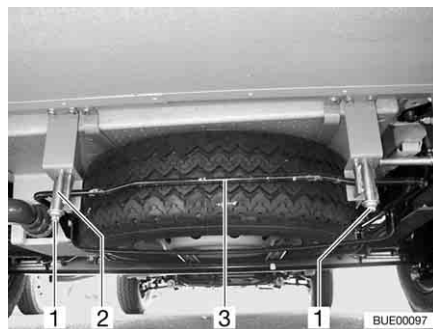

Fig. 280 Soporte para rueda de repuesto (cesto de alojamiento)
- Aflojar las tuercas (Fig. 280,1) de los ganchos izquierdo y derecho (Fig. 280,2) del soporte de la rueda de repuesto.
- Presionar estribo (Fig. 280,3) un poco hacia arriba. Al mismo tiempo tirar el gancho hacia abajo y desenganchar el estribo.